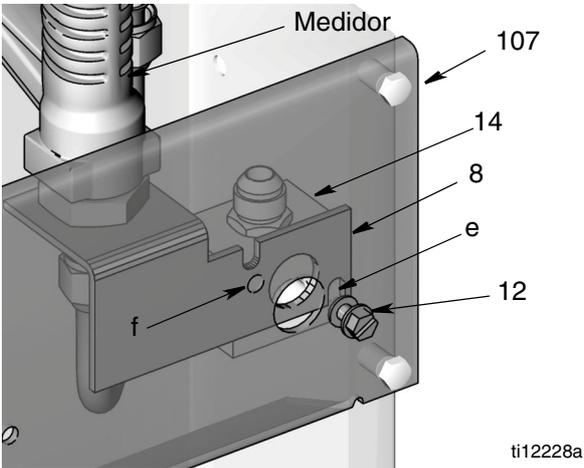
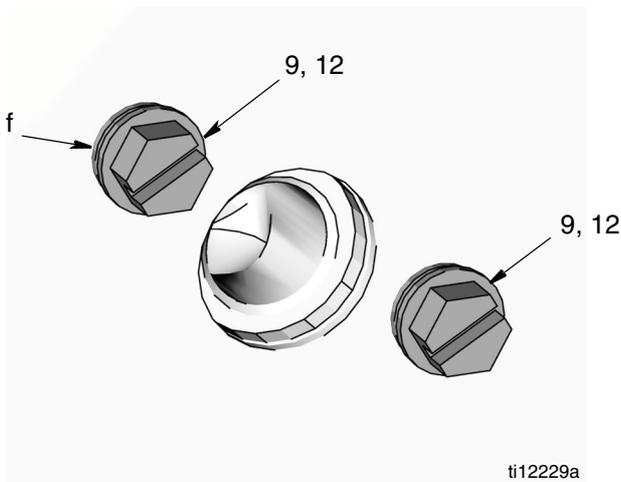

FIG. 14
FIG. 15
La abrazadera (8) debería encajar entre el colector (14) y el panel frontal (107) y la muesca de la rosca en el tornillo (12) (instalado en el paso 3) (Consulte la FIG. 14).
5. Instale la arandela (9) y el tornillo (12) en el orificio (f) (FIG. 14 y FIG. 15). Apriete firmemente.